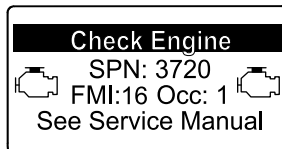

Figure 71
- Avertissement moteur SPN 3720, FMI 16 (Figure 71)